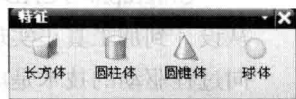

图 1-1
(1) 体素特征。体素特征是指长方体、圆柱体、圆锥体以及球体 4 个基本几何特征, 如图 1-1 所示。每一个特征在建立时都必须指定一个原点, 而在编辑时只能修改其参数, 不能修改其位置, 因此除了简单的模型外, 一般在建立一个模型时最多只使用一个体素特征且作为一个特征。